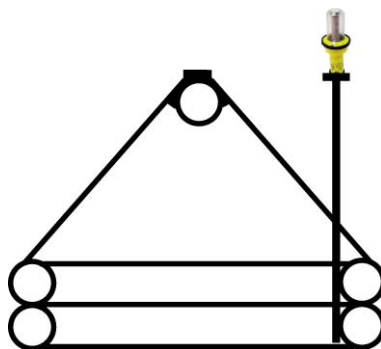

Figure 12 - Installation sur une perche
- soit sur une perche télescopique en fibre de verre (Voir Figure 12 - Installation sur une perche) :